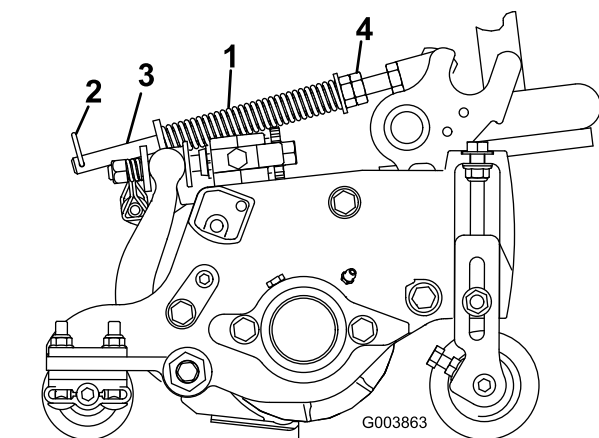

Figura 23
1. Asegúrese de que el pasador de horquilla está instalado en el taladro del extremo de la varilla del muelle (Figura 23).
2. Apriete las tuercas hexagonales del extremo delantero de la varilla del muelle hasta que la longitud comprimida del muelle sea de 15,9 cm; consulte Figura 23.